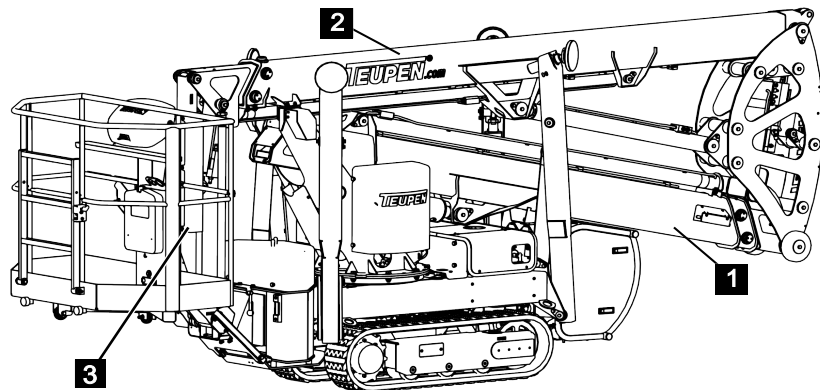

Fig. 93
- Le bras inférieur (Fig.93/1) et le bras supérieur (Fig.93/2) se trouvent dans le support de transport.